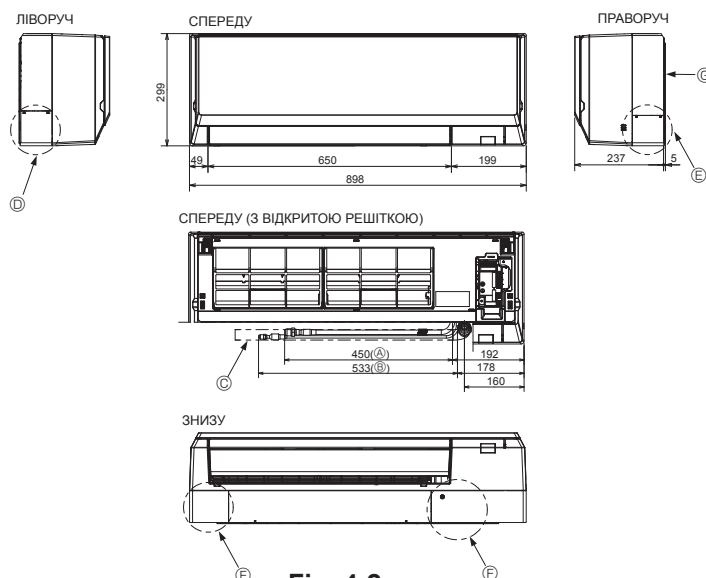

Fig. 4-2
4.2. Розташування труби холодоагенту та дренажної труби (Fig. 4-2)